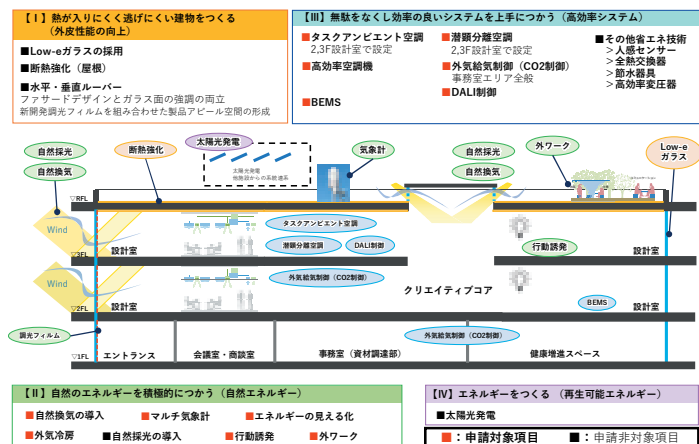

図1 今回計画で採用した省エネ・省CO₂技術
本プロジェクトは「環境負荷の低減と知的創造性の向上」を環境・設備計画のメインコンセプトとした。計画においては、利用者の快適性・健康性・知的創造性の向上と、省エネ・省CO₂の両立により、脱炭素社会に貢献するスマートウェルネスオフィス（SWO）を実現することを目的とし、以下の5つのサブコンセプトに展開した。①知的創造性の向上によるイノベーションの活性化、②従業員の快適性と健康性の向上、③ZEBの達成、④正興電機製作所の有するソリューションを有効に活用、⑤環境先進企業として社会へのPR また、SWOを実現するために4つの要素に分類・展開し、汎用的な技術から今回新たに取り組む先進的な技術までを積極的に、かつバランスよく採用することを心掛け環境・設備設計に取り組んだ（図1）。